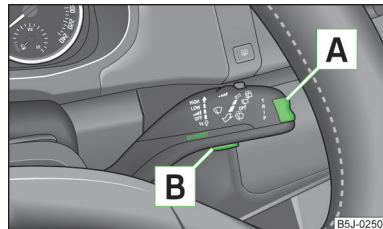

Fig. 23
La commutazione delle memorie si effettua con il tasto **B** » fig. 23 a pagina 34 sulla leva del tergicristallo.
Il tasto basculante per la selezione delle voci di menu **A** » fig. 23 e il tasto di comando **B** si trovano sulla leva del tergicristallo.
» Premere brevemente il tasto basculante **A** » fig. 23 verso l'alto o verso il basso. In questo modo si attiveranno una dopo l'altra le singole voci di menu del display multifunzione.
» Toccare il tasto **B** » fig. 23.
- » Tenere premuto a lungo il tasto **B** » fig. 23.
- Selezionare con il tasto **[A]** » **fig. 23 a pagina 34** la voce di menu **Segnale a** (display MAXI DOT) o  (display a segmenti).